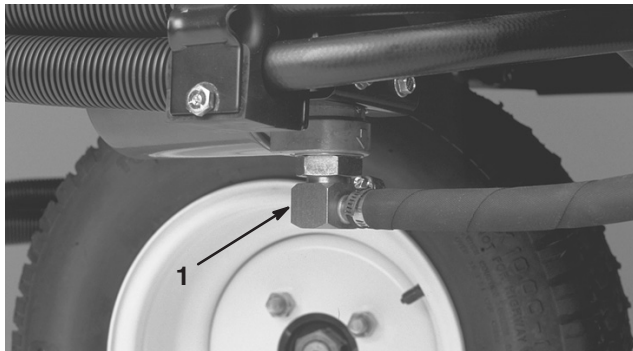
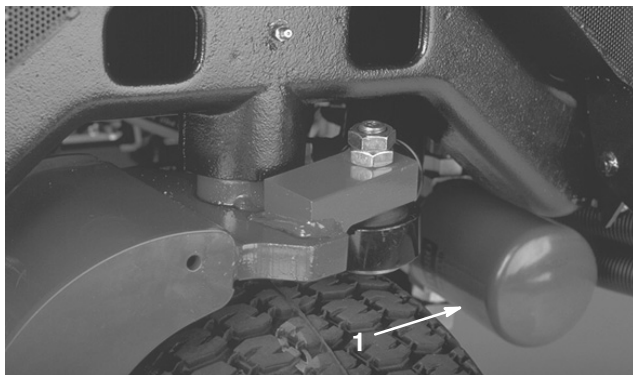

Bild 50
Bild 51
2. Klemmen Sie die Hydraulikölleitung ab (Bild 50) oder entfernen den Hydraulikölfilter (Bild 51) und lassen das Hydrauliköl in ein Auffanggefäß ablaufen. Montieren Sie die Hydraulikölleitung, wenn kein Öl mehr ausströmt.
3. Reinigen Sie den Anbaubereich des Filters. Stellen Sie ein Auffanggefäß unter den Filter (Bild 51) und entfernen den Filter.